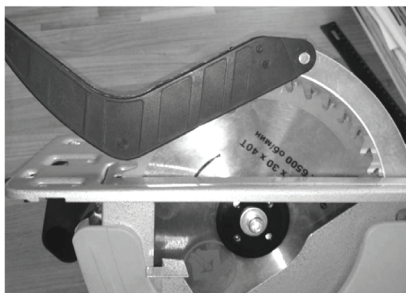

рис. 4
-с помощью шплинта со скобой на расклинивающем ноже закрепите первую, большую часть пластмассового кожуха (рис. 4);